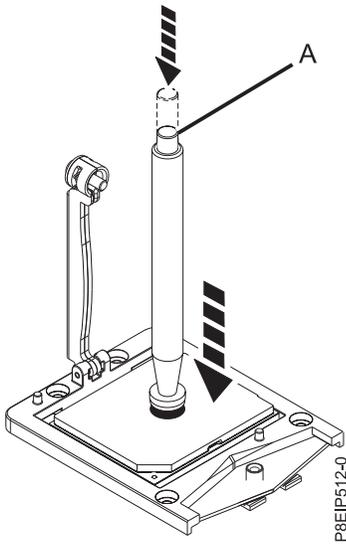

Figura 50. Bloqueo del lápiz de vacío en el módulo de procesador del sistema
8. Baje la herramienta de lápiz de vacío hasta el módulo de procesador del sistema. Presione la parte superior del lápiz (**A**) y manténgalo en el centro del módulo de procesador del sistema, como se muestra en la Figura 50. Libere la parte superior del lápiz para fijarlo al módulo de procesador del sistema.